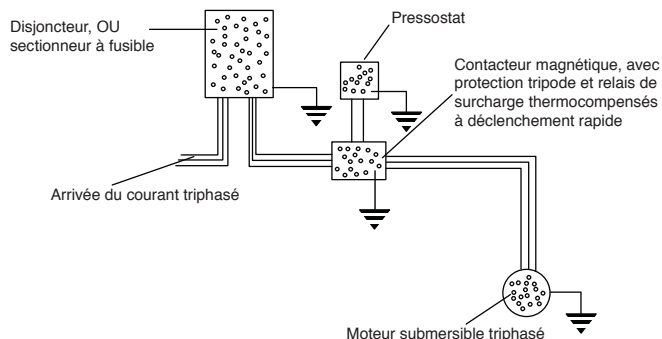

FIGURE 4
- Une pompe trifilaire triphasée n'a pas besoin d'une boîte de commande. La Figure 4 illustre une installation à liaison trifilaire triphasée typique. Un contacteur magnétique, avec protection tripode et relais de surcharge thermocompensés à déclenchement rapide, doit être posé.